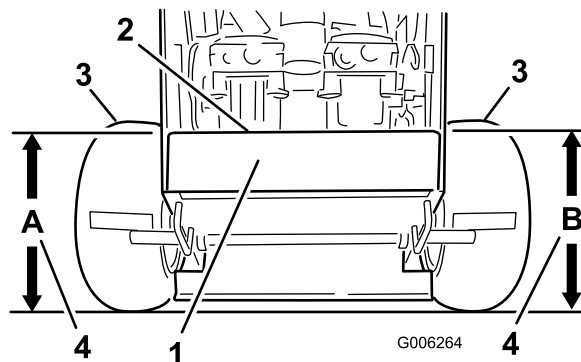

Figure 65
4. Mesurez la hauteur du plancher moteur au point **A** (Figure 65).
5. Mesurez la hauteur du plancher moteur au point **B** (Figure 65).